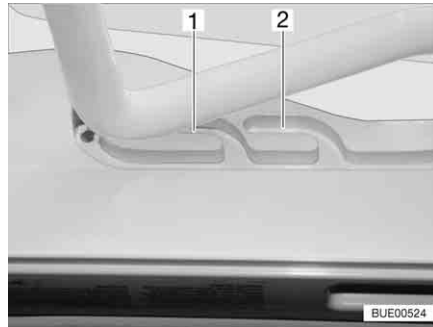
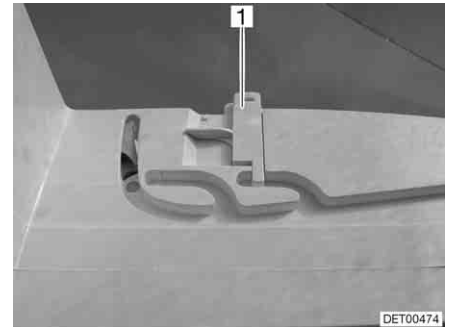

Bild 63 Heki-takluckan i ventilationsläge
Bild 64 Lås ventilationsläge
Heki-takluckan kan ställas i två ventilationslägen: Läget för dåligt väder (Bild 63,1) och mittläget (Bild 63,2). Beroende på modell kan takluckan låsas i mittläget med spärren (Bild 64,1).
- Tryck bygeln lätt uppåt och skjut in den i det valda spåret (Bild 63,1 eller 2) och lås eventuellt.